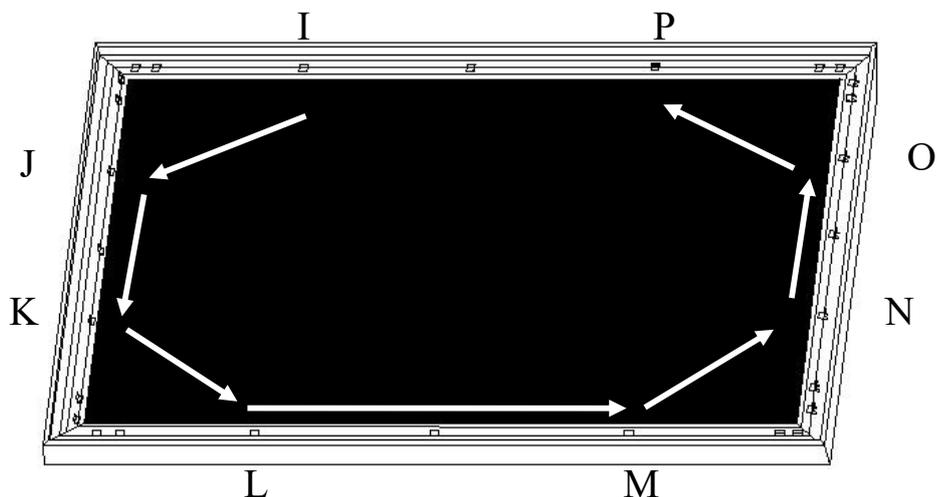

図 10
(5) さらに、I→J→K→L→M→N→O→P の順で固定プレートを差し込みます(図 10)。